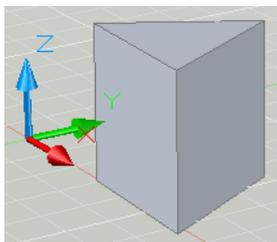

Рис. 11.18 Витягування трикутника на задану висоту
**10 Команда Вытягивание**  дозволяє створювати модель витягуванням фігури у заданому напрямку (рис.11.18). Спочатку креслять двумірну фігуру (у нас трикутник), далі активізують команду **Вытягивание**, а потім обирають фігуру. Виділення закінчується автоматично після обрання фігури і вказують висоту.